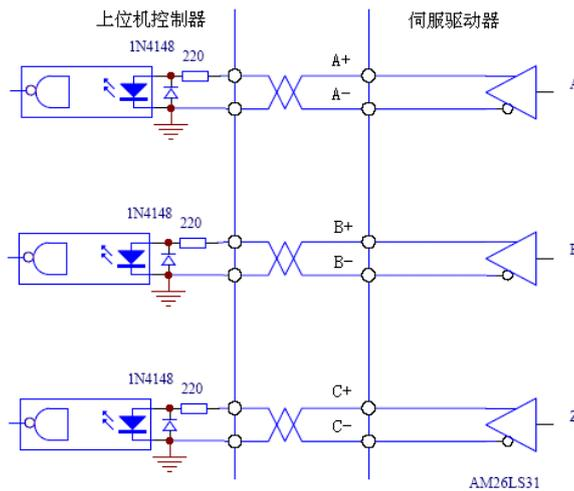

图 2-10b: Type5 光电编码器输出信号
- 5、控制器输入端也可采用光电耦合器接收，但必须采用高速光电耦合器（例如 6N137）如图 2-10b 所示。